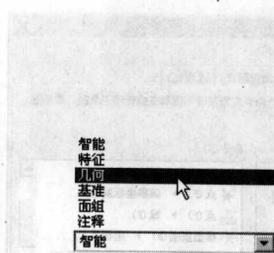

图 1-4
- 过滤器栏：位于主窗口的右下角，使用该栏中的相应选项，可以有目的地选择模型中的对象。利用该功能，可以在较复杂的模型中快速选择要操作的对象。单击  按钮，打开其下拉列表，显示当前模型可供选择的项目，如图 1-4 所示。